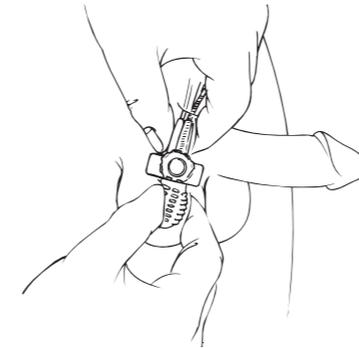

Figura 2
2. Afferi con una mano il tubicino sopra il blocco di svuotamento per tenere ferma in posizione la pompa (Figura 2). Se usa l'approccio con una sola mano, tenga la pompa di riempimento con la mano dominante utilizzando i polpastrelli del pollice e dell'indice (e del dito medio) per afferrare la pompa di riempimento.